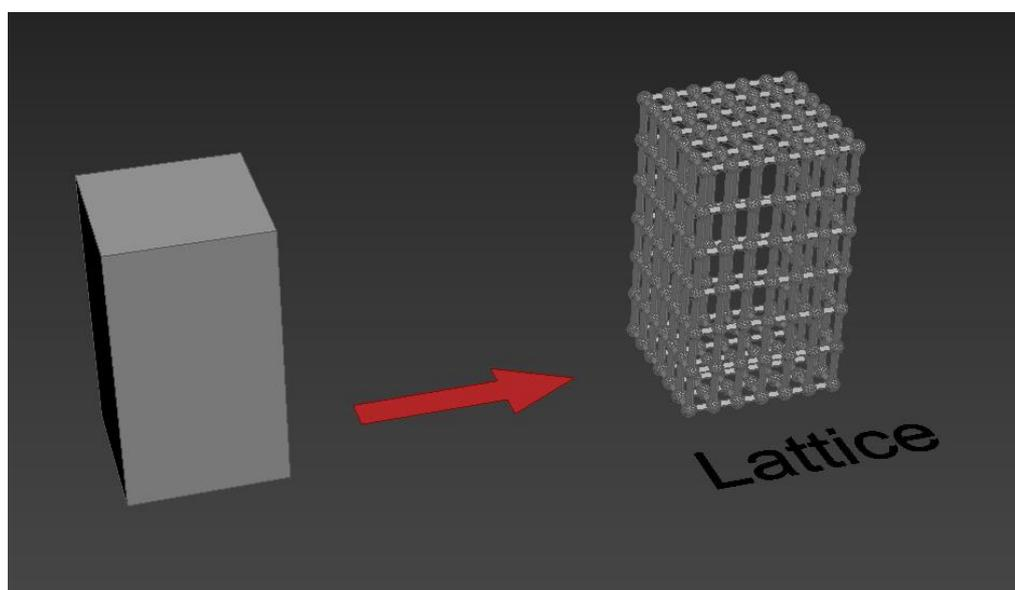

Рис. 32
**Модификатор «Lattice»** (Сетка, решетка, клетка) – преобразует объект или часть объекта в каркас (рис. 32). Под действием данного модификатора каждая сегментационная линия сетки становится самостоятельным "прутом", образующим модель-клетку.